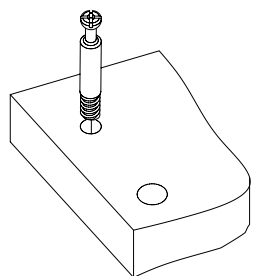
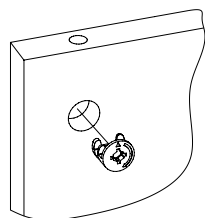

Рис.4
Рис.5
3. Вкрутите шпильки минификсов в детали 1, 2, 3 и деталь 1 от ИЗ-560 (Рис. 4). Вставьте головки минификсов в детали 2, 3, 4, 5, 6, 8, 9 (Рис. 5).